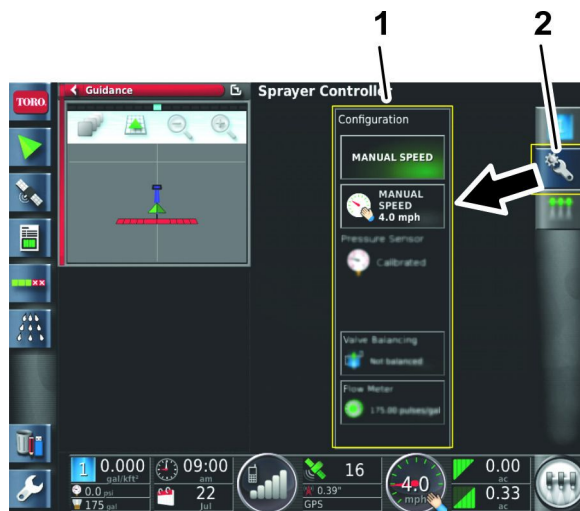

图 96
- E. 按打药车控制器子菜单中的配置图标以显示配置菜单图 96。